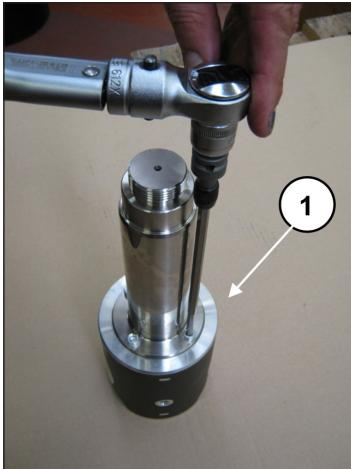

Рис. 43
Для того чтобы отделить шток от направляющей поршня, нужно открутить винты с цилиндрической головкой M6 специальным ключом (поз. ①, Рис. 43).